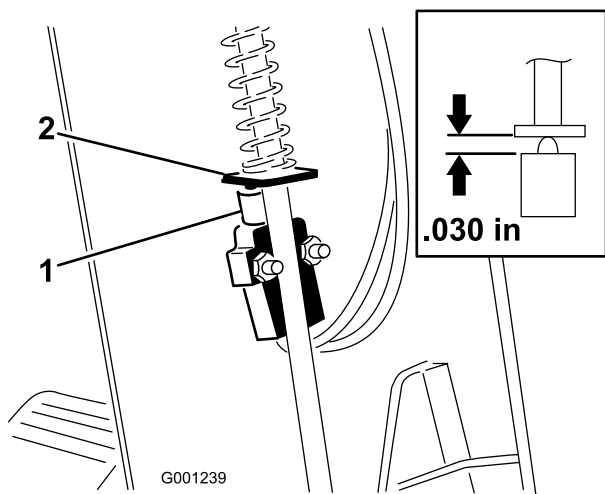

Figure 76
3. Faites coulisser le couvercle en haut de l'arbre de direction pour exposer le contacteur du frein de stationnement (Figure 76).
5. Alignez la palette de la tige du frein de stationnement sur le plongeur du contacteur (Figure 76)
6. Appuyez sur la tige du frein de stationnement et poussez le contacteur vers le haut jusqu'à ce que le plongeur soit comprimé à 0,76 mm (Figure 76, encadré).